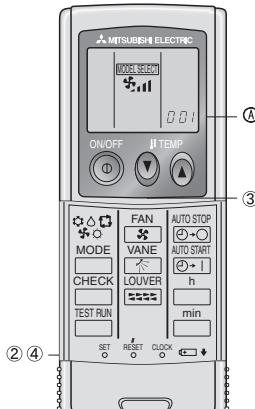

Fig. 6-6
3) Definição (Fig. 6-6)
- ① Introduza baterias.
- ② Prima o botão SET com algo de bico.